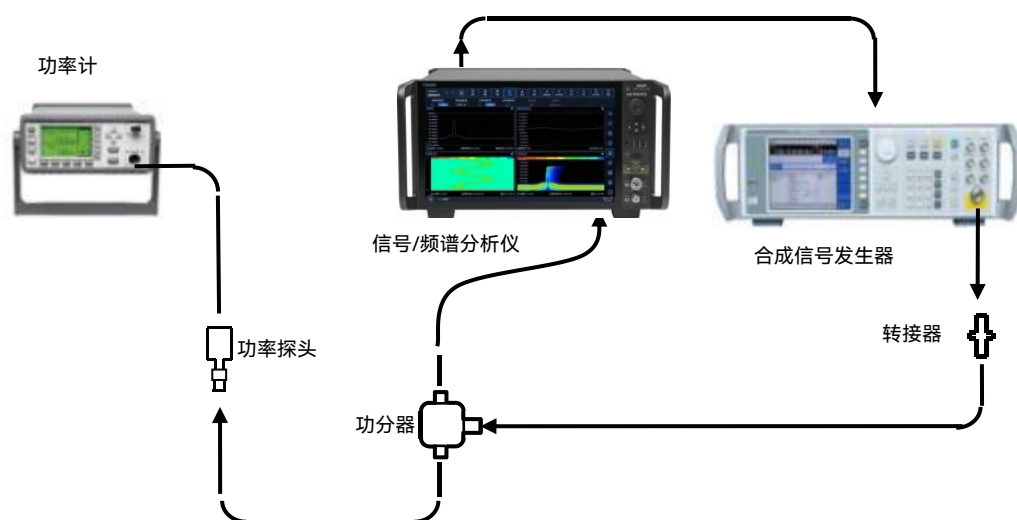

图7.29 镜像响应测试示意图
- 1) 如图 7.29 所示连接测试设备, 复位 4082;
- 22) 如图 7.29 所示连接测试设备, 复位 4082;